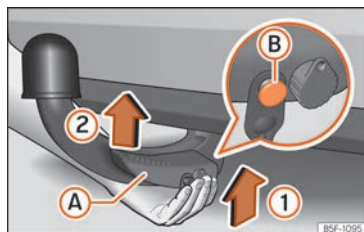

Fig. 254 Colocação do gancho de reboque. Passo 1
- Segure o gancho de reboque **a partir de baixo** e encaixe-a no alojamento do gancho seguindo o sentido da seta »» Fig. 254 (1) até encaixar de forma audível »» ⚠.
A alavanca »» Fig. 254 (A) roda **automaticamente** no sentido da seta (2) para cima e o perno de desbloqueio (B) sai para fora (a sua parte vermelha e verde fica visível!) »» ⚠.
- Ao fixar o gancho de reboque, para evitar trilhar os dedos, recomenda-se manter as mãos retiradas da alavanca »» Fig. 254 (A).